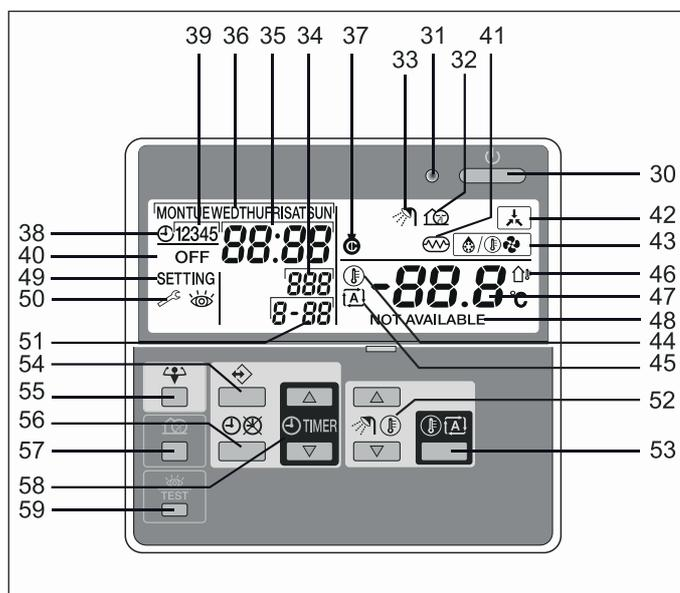

Fig. 7-1 Éléments d'affichage et de commande de la régulation - légende, voir tab. 3-1 et la description suivante
- ➔ Dans le champ d'affichage (fig. 7-1, rep. 34), le numéro de capteur est affiché.